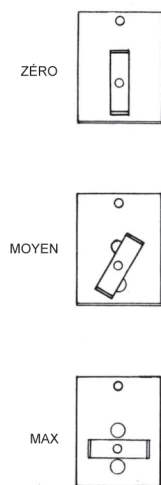

FIG. 9
Le réglage de l'admission d'air minimum (D) permet de régler le débit d'air minimum entrant dans la boîte à feu. Tournez le régulateur d'admission d'air minimum dans la position verticale pour fermer l'air ou horizontale pour l'ouvrir au maximum. Il est préférable de commencer par un réglage moyen (voir figure 9).